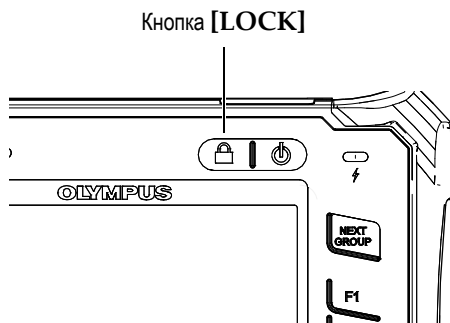

Рис. 2-7 Конфигурация ручки прокрутки – кнопка [LOCK]
- Кнопка [LOCK] (только конфигурация ручки) автоматически фиксирует на определенной точке настройку всех параметров для предотвращения любых незапланированных модификаций параметров вследствие случайного движения ручки (см. Рис. 2-7 на странице 34).